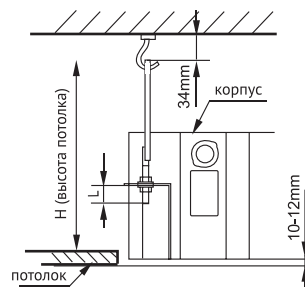

рис. 6-6
- Поэтому необходимо добиться горизонтального положения блока. Корпус вентиляторного доводчика должен быть утоплен в подвесной потолок на 10–12 мм (см. рис. 6-6).
- В общем случае величина L составляет половину длины резьбовой части монтажной шпильки (см. рис. 6-6).